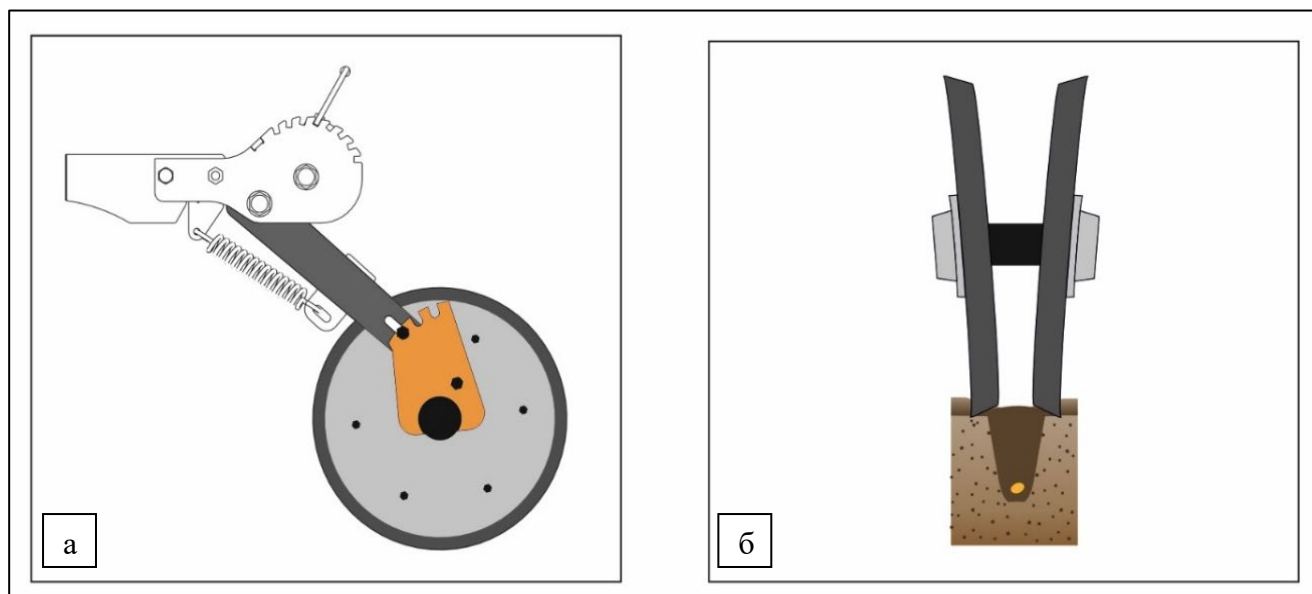

Рисунок 65 – Укрывающие колёса в третьем положении (вид в разрезе):
- а) соединение через паз (2);
Третье положение – паз (3) кронштейна колёс. В таком положении укрывающие колёса раздвигают пожнивные остатки в сторону от борозды, рис. 65.